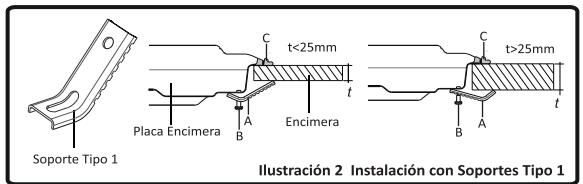

Ilustración 2 Instalación con Soportes Tipo 1
Inserte la placa en el hueco y fíjelo en su posición mediante los soportes (A) y los tornillos (B). Ajuste la posición de los soportes en función del grosor de la encimera, según lo indicado en la Ilustración 2. Apriete los tornillos uniformemente.